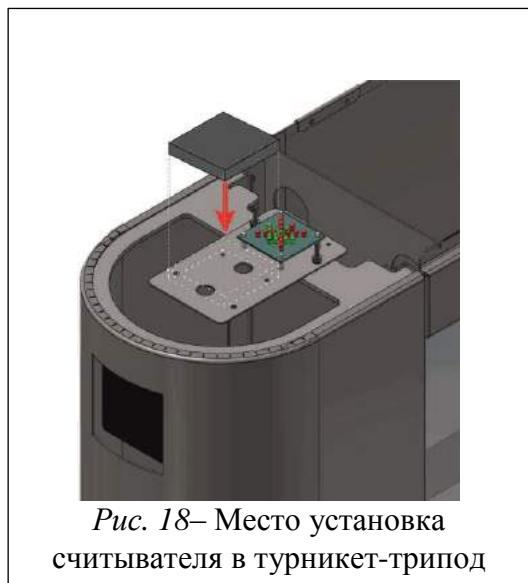

Рис. 18– Место установка считывателя в турникет-трипод
- В турникетах «GALAXY-M» считыватели устанавливаются на специальный, регулируемый по высоте кронштейн, который расположен под крышкой **4** рядом с световым табло индикации **3** (*Рис.18*).